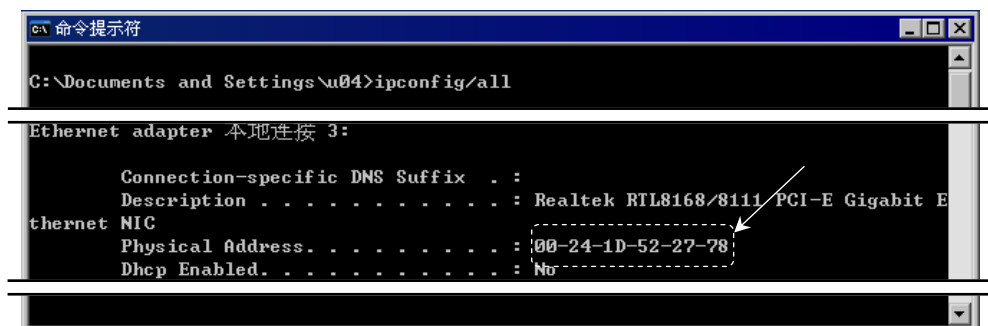

图 1.3.1 获得网卡号
Step2. 在 C:\>提示符下,输入 ipconfig /all 命令并按回车键,即可获得计算机网卡号。图 1.3.1 中的 02-24-1D-52-27-78 即为网卡号。